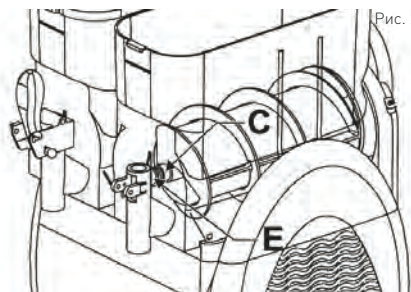

Рис. 21
- Теперь установите контейнер на нужное место, осторожно поднимите переднюю часть шнека, устанавливая его в нужном положении (E) по отношению к контейнеру (Смотри: Рис. 21).